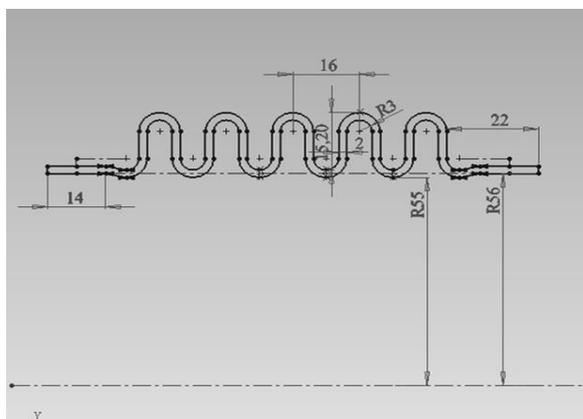

Рис. 1. Параметрический эскиз с размерами
- Создание параметризованного 3-D эскиза сальфона и параметрической таблицы на базе САПР SolidWorks 2006 (рис. 1, рис. 2).